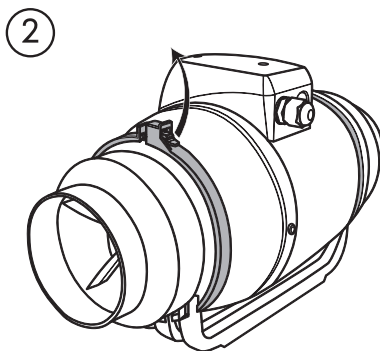

Рис. 6.
2. Открыть хомут, потянув за язычок вверх (Рис. 6).